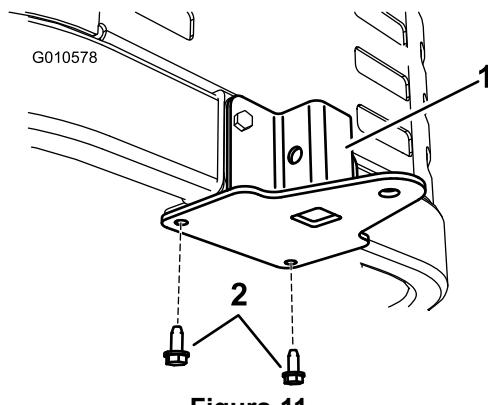

Figura 11
- Sujete el soporte a la parte inferior del bastidor de la máquina desde abajo usando dos tornillos autorroscantes (5/16 x 3/4 pulgada) según se muestra en Figura 11.